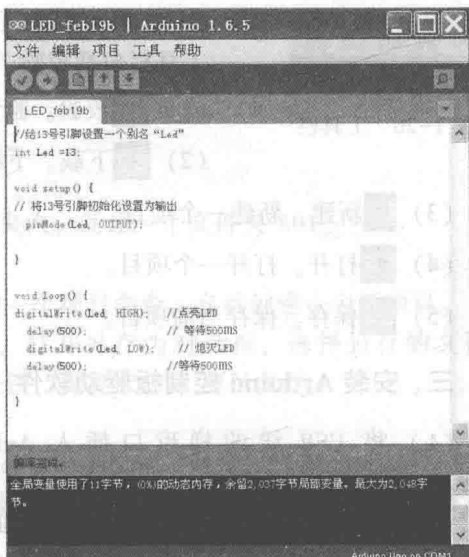

图 1-23 编译完成后的界面
1) 验证/编译。执行“项目”→“验证/编译”，验证或编译项目文件。编译完成后的界面，如图 1-23 所示。